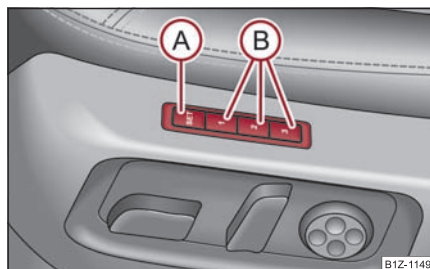

Fig. 76 Scaunul conducătorului: Tastele pentru memorare și tasta SET
- Apăsați tasta SET (A) ⇒ fig. 76.
- Apăsați una din tastele pentru memorare (B) într-un interval de 10 secunde de la apăsarea tastei SET – se va emite un ton de confirmare a efectuării memorării.
Memory pentru scaun oferă posibilitatea memorării individuale a poziției scaunului conducătorului și a oglinzilor exterioare. Fiecăreia din cele trei taste de memorie **(B)** ⇒ pagina 76, fig. 76 i se poate alocă un reglaj al scaunului. După apăsarea tastei respective **(B)** scaunul și oglinda exterioară vor adopta poziția memorată pe tastă ⇒ pagina 77.
- **Memory-apăsare scurtă:** Apăsați scurt tasta de memorare **(B)** ⇒ pagina 76, fig. 76. Scaunul și oglinzile laterale vor adopta automat poziția memorată (acest lucru este valabil numai pentru situația când contactul este pus și viteza este mai mică de 5 km/h).